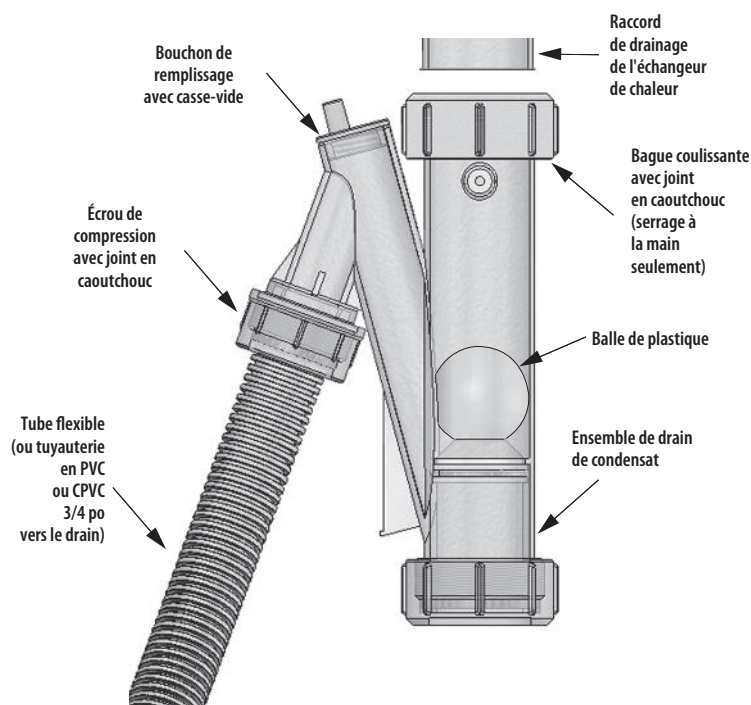

Fig. 16: Assemblage du drain de condensat
1. Repérer le drain de condensat et l'installer comme illustré à la figure 16, page 29.